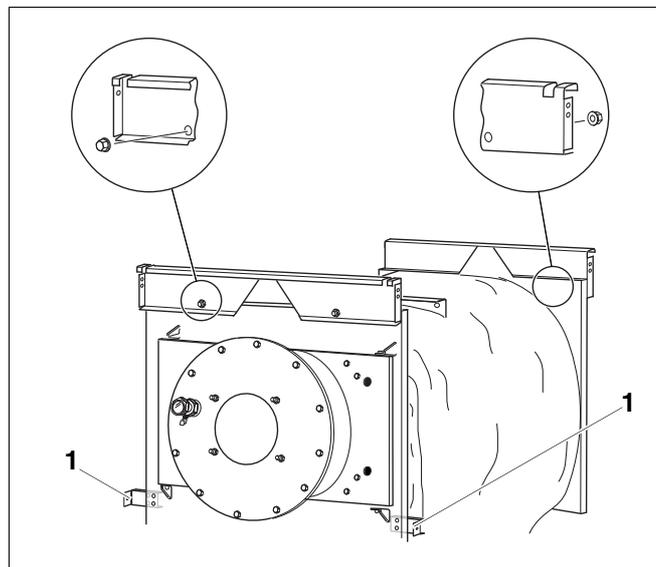
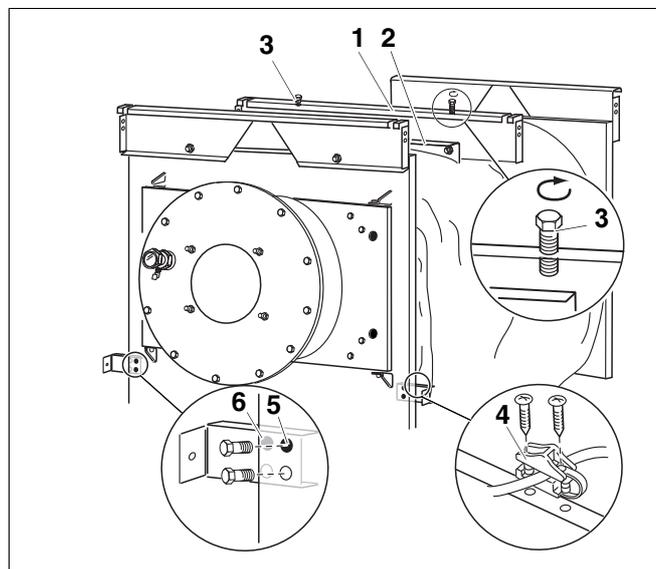

Рис.17 Траверсы
Рис.18 Фиксатор провода
- ▶ Отбортовки траверс должны быть направлены от котла (рис. 17).
- ▶ Наденьте переднюю траверсу (трапециевидным вырезом вниз) 2 отверстиями на шпильки и закрепите гайками рис. 17.
- ▶ Наденьте заднюю траверсу (трапециевидным вырезом вниз) 2 отверстиями на шпильки и закрепите гайками рис. 17.
- ▶ Слегка заверните 2 болта М8 х 80 (рис. 18, [3]) сверху в среднюю траверсу (рис. 18, [1]).
- ▶ Слегка закрепите передние средние траверсы (рис. 17, [1]) слева и справа двумя винтами и двумя шайбами (рис. 18, [5], [6]).
- ▶ Сначала только слегка закрепите винты крепления средней траверсы (рис. 17, [1]). Только после выравнивания и крепления передней боковой стенки можно окончательно затянуть винты траверс.
- ▶ Выровняйте положение боковой стенки винтами (рис. 18, [3] на стр. 24).